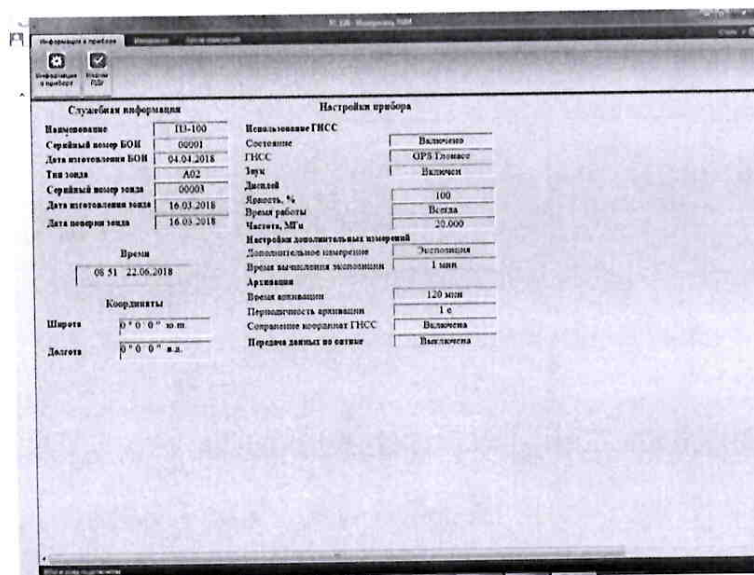

Рисунок 7
На экране монитора ПК наблюдать основное окно ПО измерителя ПЗ-100: «Информация о приборе», содержащее служебную информацию: тип прибора, заводской номер БОИ, дата изготовления БОИ, тип подключенного антенны, заводской номер антенны, дата изготовления и дата поверки антенны А1 (рисунок 7). Подключение прибора отображается с помощью надписи в левом нижнем углу экрана.
8.4.6 На экране монитора ПК наблюдать основное окно ПО измерителя ПЗ-100: «Информация о приборе», содержащее служебную информацию: тип прибора, заводской номер БОИ, дата изготовления БОИ, тип подключенного антенны, заводской номер антенны, дата изготовления и дата поверки антенны А1 (рисунок 7). Подключение прибора отображается с помощью надписи в левом нижнем углу экрана.
- установлено ПО измерителя ПЗ-100А для работы в стационарном режиме и после его запуска наблюдали окно «Информация о приборе» (рисунок 7);